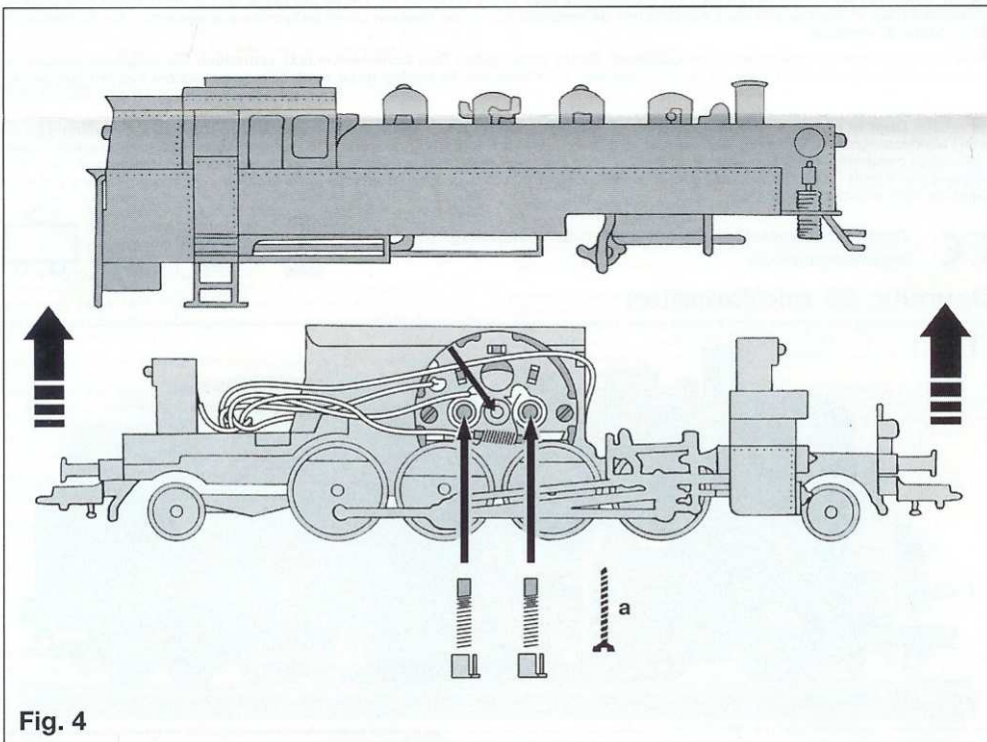

Fig. 4
**Öffnen:** Ein Öffnen der Lok ist nur zum Lampenwechsel, Einbau eines DECODERS, Schleifkohlenwechsel und Ölen der Motor- und Getriebelager erforderlich (Fig. 4/5).
**Ölen:** Geölt werden Motor und Getriebe nur an den gekennzeichneten Lagerstellen (Fig. 4, 5 und 6). Nur **FLEISCHMANN-Öl 6599** verwenden. Nur ein kleiner Tropfen Öl pro Schmierstelle (→), sonst Überölung. Zur Dosierung die in der Verschlusskappe der Ölflasche angebrachte Nadel verwenden.
**Einbau eines FLEISCHMANN Decoders (DCC: 6876, TWIN: 6846) (beim Einbau bitte die Betriebsanleitung des jeweiligen Decoders beachten!)** Die Lokomotive ist mit einer 6-poligen Steck-Schnittstelle nach NEM 651 ausgestattet. Zum Einbau eines digitalen DECODERS das Lokgehäuse abnehmen (Fig. 4). Den Brückenstecker herausziehen und die Schnittstelle vorsichtig vom Untergrund lösen. Den 6-poligen Stecker des DECODERS so in die Schnittstelle stecken, dass die Markierungen „1“ auf der gleichen Kante liegen. Die beiden orangen Litzen von Decoder und Schnittstelle bilden dann eine durchgehende Verbindung. Mit einem der Klebestreifen, die dem DECODER beiliegen, den Decoder mit dem größten Bauelement nach unten auf das Lokfahrgestell kleben. Den zweiten Klebestreifen auf die Länge der Schnittstelle zuschneiden. Die Schnittstelle mit dem Klebestreifen auf den Decoder kleben. **Hierbei darauf achten, dass Decoder und Schnittstelle durch das Klebeband elektrisch voneinander isoliert sind.** Das restliche Stück Klebestreifen (nur bei TWIN-DECODER) auf den Boden des mit den grünen Litzen am Decoder befestigten Kondensators kleben und den Kondensator anschließend auf das Lokfahrgestell kleben. Lokgehäuse wieder aufsetzen und mit der Schraube a befestigen. Die Lok kann nun unter der Adresse „3“ gefahren werden.
Deze locomotief is met een 6-polige elektrische adapter volgens NEM 651 uitgerust. Om een digitale DECODER in te bouwen het lochuis verwijderen (fig. 4). De verbindingsstekker er uit trekken en de adapter voorzichtig losmaken. De 6-polige stekker van de DECODER zo in de adapter steken, dat de markeringen "1" aan dezelfde kant komen. Beide oranje draden van decoder en adapter vormen dan een doorgaande verbinding.
**Åbning:** Loket bør kun åbnes for indbygning af DECODER, for at udskifte pærer eller kul, smøring af lejer og motorakslar (Fig. 4.). Fjern skruer a. Overdelen løftes direkte ovenud. **Udskiftningskol: 6519.**
**Smøring:** Smør kun motor og tandhjul/lejer hvor pilene viser. Anvend kun **FLEISCHMANN-olie 6599**. Kun en enkelt dråbe for hvert smørested (→), ellers oversmøres. Til dosering anvendes de lille nål indvendig i skrillåget (Fig. 4, 5 og 6).
Lokomotivet er forsynet med et 6-polet (hun)stik efter NEM 651 norm. For indbygning af en digital DECODER fjernes lok-overdelen (fig. 4). Det oprindelige hanstik trækkes ud, og hunstikket løsnes forsigtigt fra underlaget. Det 6-polede stik på DECODEREN sættes i hunstikket, bemærk at markeringen "1" skal ligge på den samme kant. Begge de orange ledninger fra decoder og stik laver nu en gennemgående forbindelse.
**Apertura:** L'apertura della locomotiva si richiede solo per il cambio delle lampade, montaggio del DECODER, per la sostituzione delle spazzole di carbone di contatto, per oliare i cuscinetti del motore e dell'ingranaggio (fig. 4). Rimuovere la vit a. Sfilare la carcassa della locomotiva verticalmente in alto. **Carboncini di ricambio: 6519.**
**Lubrificazione:** Il motore e l'ingranaggio vengono lubrificati solo nei punti contrassegnati dei supporti (fig. 4, 5 e 6). Utilizzare solo olio **FLEISCHMANN 6599**. Usare soltanto una piccola goccia per ogni punto di oliature (→), altrimenti si rischia di oliare troppo. Per il dosaggio utilizzare l'ago di cui è provvisto il tappo di chiusura del flacone dell'olio.
La locomotiva è equipaggiata di un connettore elettrico a 6 poli a norma NEM 651. Per l'installazione del DECODER digitale togliere il mantello della locomotiva (fig. 4). Estrarre la spina e staccare il connettore dal suo supporto. Inserire lo spinotto a 6 poli del DECODER nel connettore in modo tale che i segni di riferimento "1" siano sullo stesso angolo. I due fili arancioni del decoder ed il connettore formeranno un collegamento continuo.